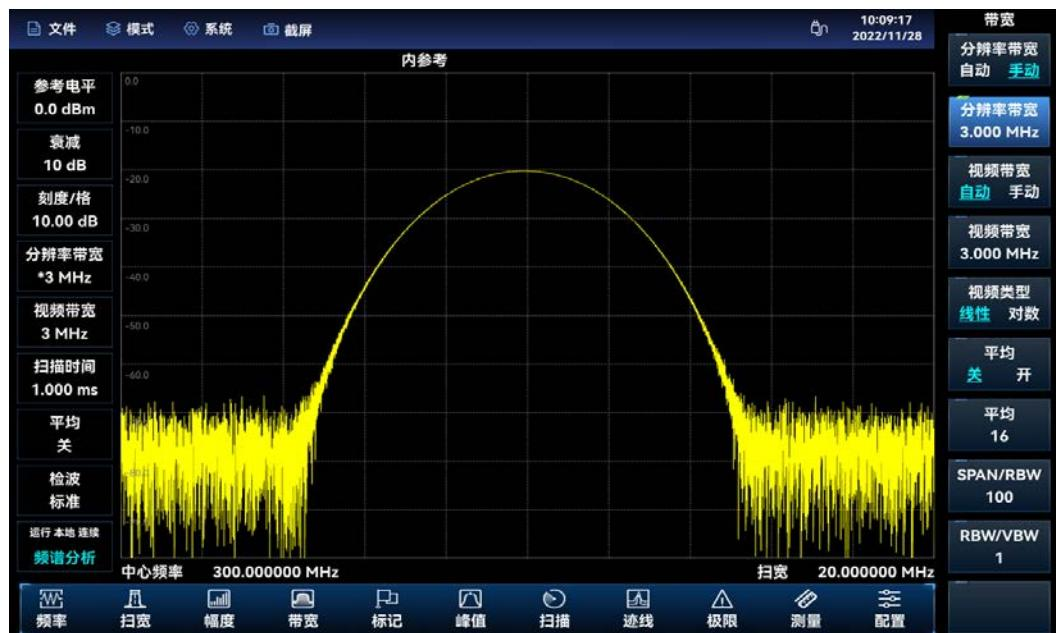

图 3.12 不能区分两个等幅信号
- 此时可以看到 4025 显示屏幕上只有一个信号峰值，还无法区分两个频率间隔很近的信号，如图 3.12 所示。